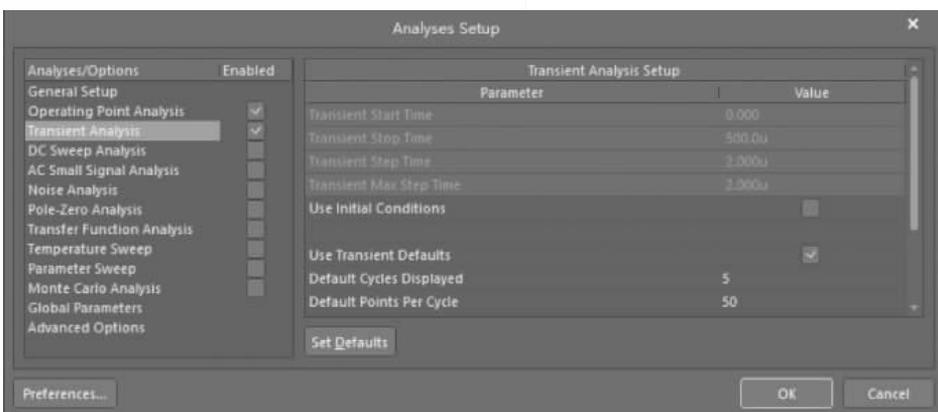

图 3-55 设置仿真参数界面 2
① 选中 Operating Point Analysis 和 Transient Analysis 选项,执行直流工作点和瞬态分析功能。
② 将 Collect Data For 设置为 Active Signals/Probes。
③ 将 IN 和 OUT 添加到 Active Signals 栏中。
(3) 选择 Transient Analysis 选项,出现如图 3-55 所示的 Transient Analysis Setup (瞬态分析设置)对话框。按下面参数设置: